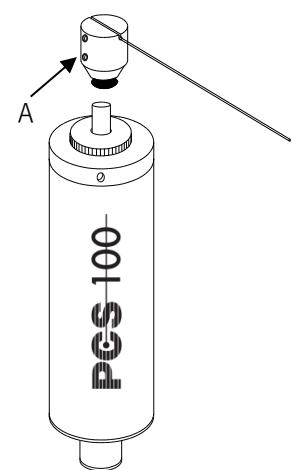

図6：トップキャップ止めネジ(A)
1.5mmの六角レンチを使用して、トップキャップの2本のネジ（図6「A」）を緩め、ニードルアセンブリをセンサーから取り外してください。